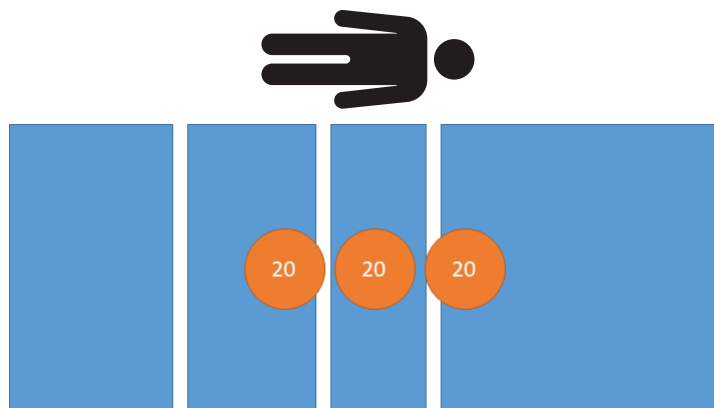

Figura 19 – Prueba de funcionamiento del peso - 60 kg
2. Con ayuda de pesos calibrados, coloque 60 kg en el producto (Figura 19).
10. Con ayuda de pesos calibrados, coloque 60 kg en el producto (Figura 19).